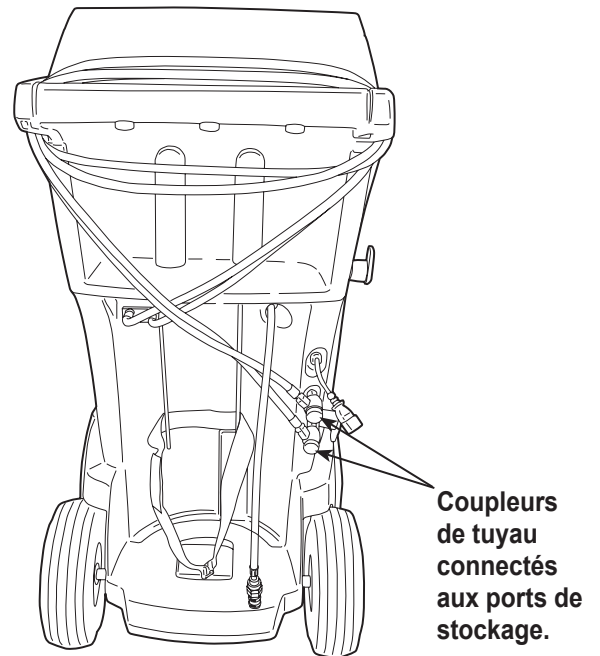

Figure 32
2. Faites passer deux fois les tuyaux de service autour de la poignée et attachez-les aux ports de stockage. Reportez-vous à la Figure 32.